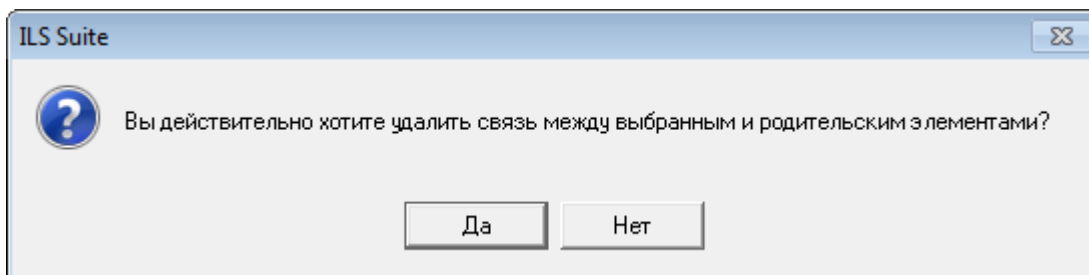

Рис. 8-12 – Диалоговое окно при удалении связи документа с папкой
- 4) В открывшемся диалоговом окне нажать «Да» для подтверждения действия (рис. 8-12).